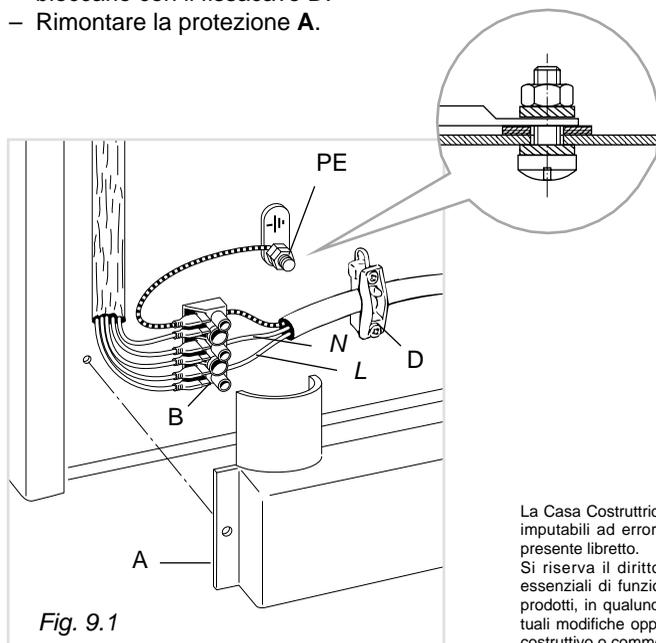

Fig. 9.1
- Svitare le viti di fissaggio della protezione **A** dietro la cucina (Fig. 9.1).